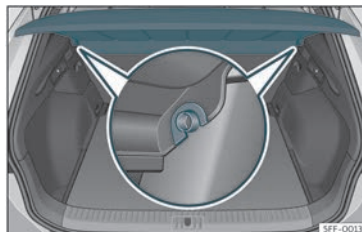

Fig. 106 Al maleter: desmuntar i muntar la safata.
- Desencaixeu la safata dels suports laterals »» fig. 106 estirant-la cap amunt i extraieu la safata.
- Introduïu la safata horitzontalment fent coincidir la "ferradura" sobre l'eix dels suports »» fig. 106 i premeu cap avall fins que encaixin.